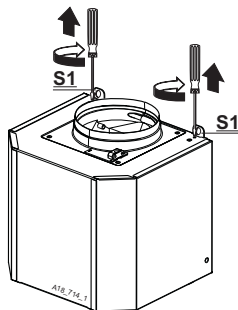

Fig. 10
1. Avant d'entreprendre la fixation du corps de la hotte, serrez à fond les vis de réglage «S1» (fig. 10).